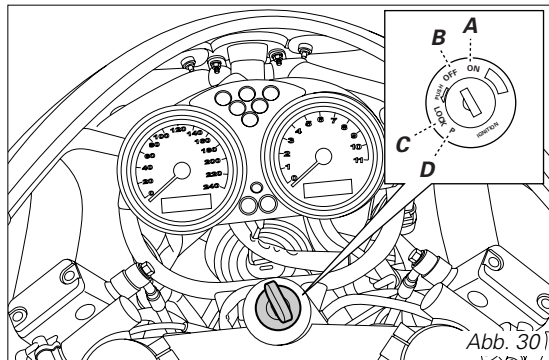

Abb. 30
1) Den Zündschalter auf die Position **ON** (Abb. 30) drehen und dabei prüfen, ob die grüne Kontrollleuchte **N** und die rote Öldruckkontrollleuchte  am Instrumentenbrett aufleuchten.